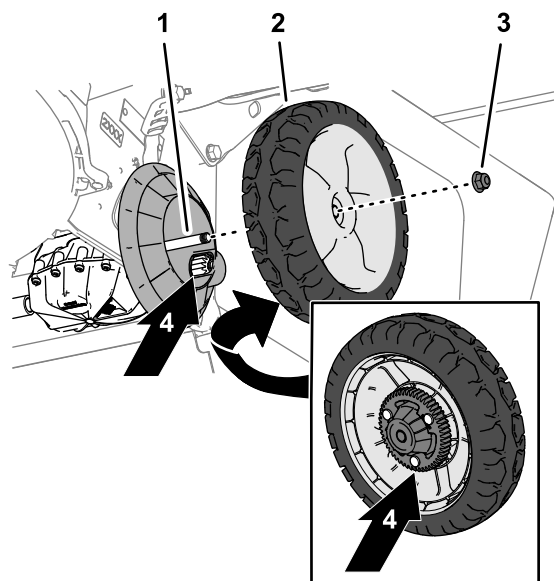

Figura 30
1. Scoateți contrapiulița cu guler și ansamblul roii de pe urubul axului (Figura 30).
2. Curățați orice reziduuri din zona roilor dinate (Figura 30).
3. După curățare, aplicați o cantitate mică de produs antigripare pe roile dinate (Figura 30).
4. Montați ansamblul roii pe urubul axului cu contrapiulița cu guler (Figura 30).